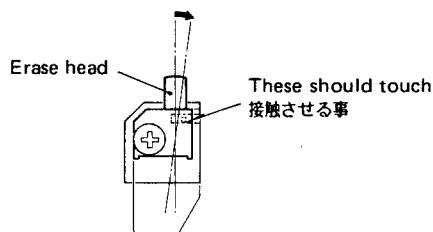

Fig. 4-6'
注 1. 録・再ヘッドを交換したときは、Fig. 4-6 のネジ (A), (B), (C) が止まるまで締め、その位置からそれぞれのネジを 1.5 回転ゆるめた状態で調整を始めること。